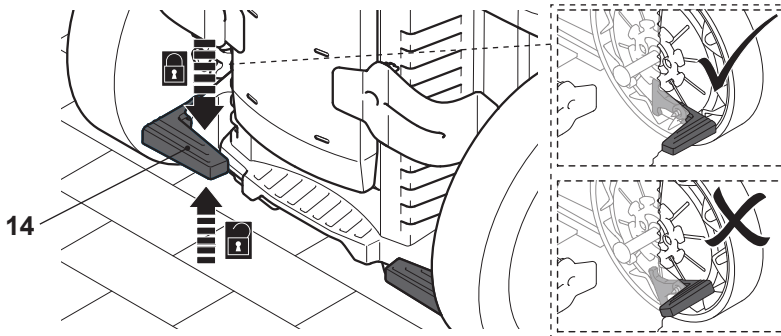

Rys. 20
1. Gdy blokada spustu (9c) jest w położeniu zablokowanym, spust pistoletu natryskowego (9d) jest nieaktywny (Rys. 20, A).
1. Gdy blokada spustu (9c) jest w położeniu odblokowanym, spust pistoletu natryskowego (9d) jest aktywny (Rys. 20, B).